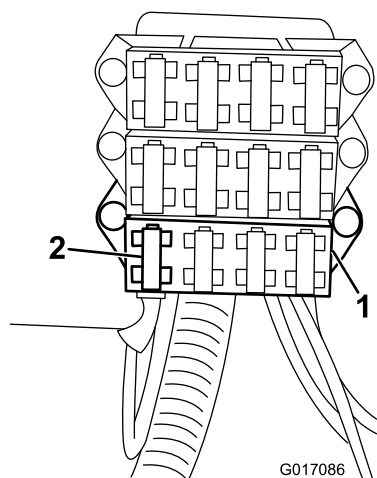

Figura 6
9. Si no hay conectores libres en el bloque de fusibles existente, instale un bloque de fusibles adicional (Pieza Toro 92-2641) y el fusible de 10 amperios (Figura 6).